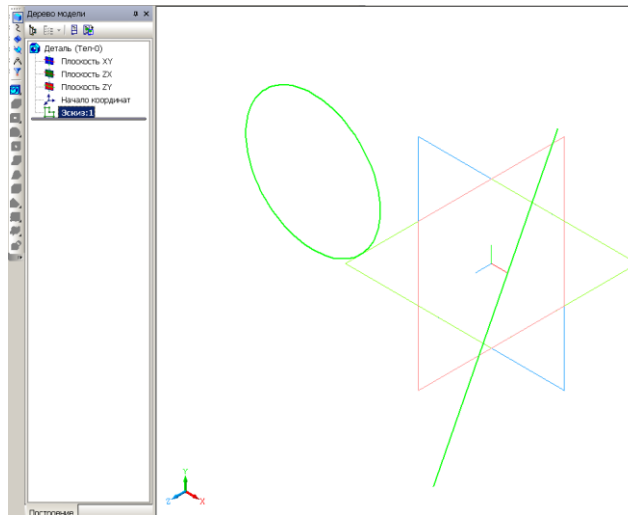

Рис. 3.15. Эскиз, содержащий окружность и ось вращения.
3.8. Завершите работу с эскизом (рис. 3.15).